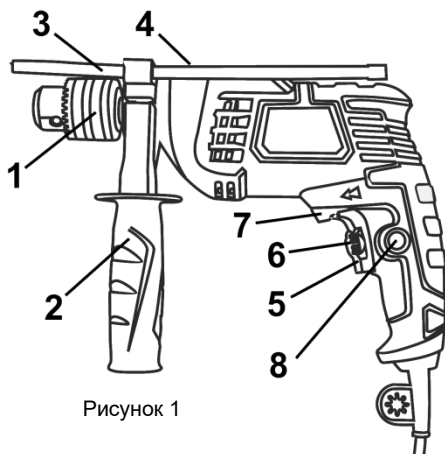

Рисунок 1
3.4.1 Изделие имеет два режима работы: ударно-вращательный и вращательный. Переключение режимов работы изделия осуществляется переводом переключателя (4) (см. рис. 1) из одного крайнего положения в другое в сторону соответствующего символа режима работы:
- Ударно-вращательный режим – переключатель (4) должен быть переведен до упора в сторону символа .
- Вращательный режим – переключатель (4) должен быть переведен до упора в сторону символа .
5.2 Выберите необходимый режим работы изделия с помощью переключателя (4) (см. рисунок 1).
Переключение режимов работы изделия осуществляется переводом переключателя (4) (см. рис. 1) из одного крайнего положения в другое в сторону соответствующего знака режима работы: